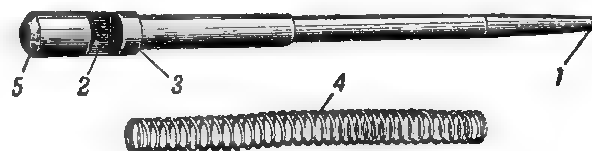

Рис. 25. Ударник с пружиной:
26. Ударник (рис. 25) служит для воспламенения патрона. Он имеет: боек, наносящий удар по капсюлю; поперечный вырез, через который проходит штифт; выступ для упора конца пружины и задний за-